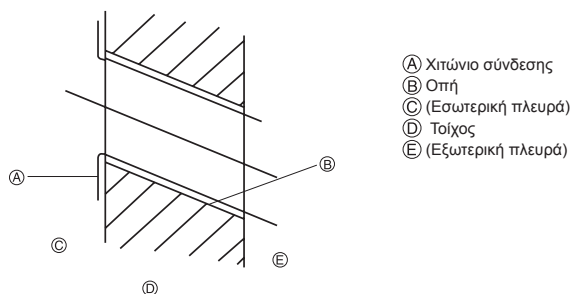

Fig. 3-2
3.1.2. Άνοιγμα οπής για τη σωλήνωση (Fig. 3-2)